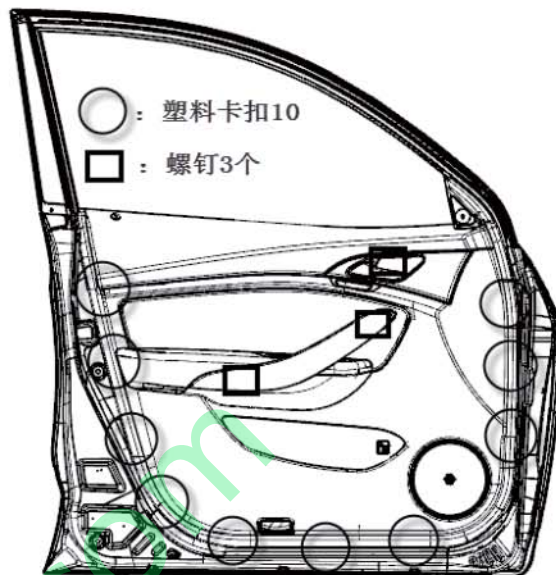

图1-42 前门板拆卸示意图
门护板总成通过螺钉和卡扣安装在车门钣金上，如图 1-42 所示，按 (1) - (6) 的顺序拆卸门板：